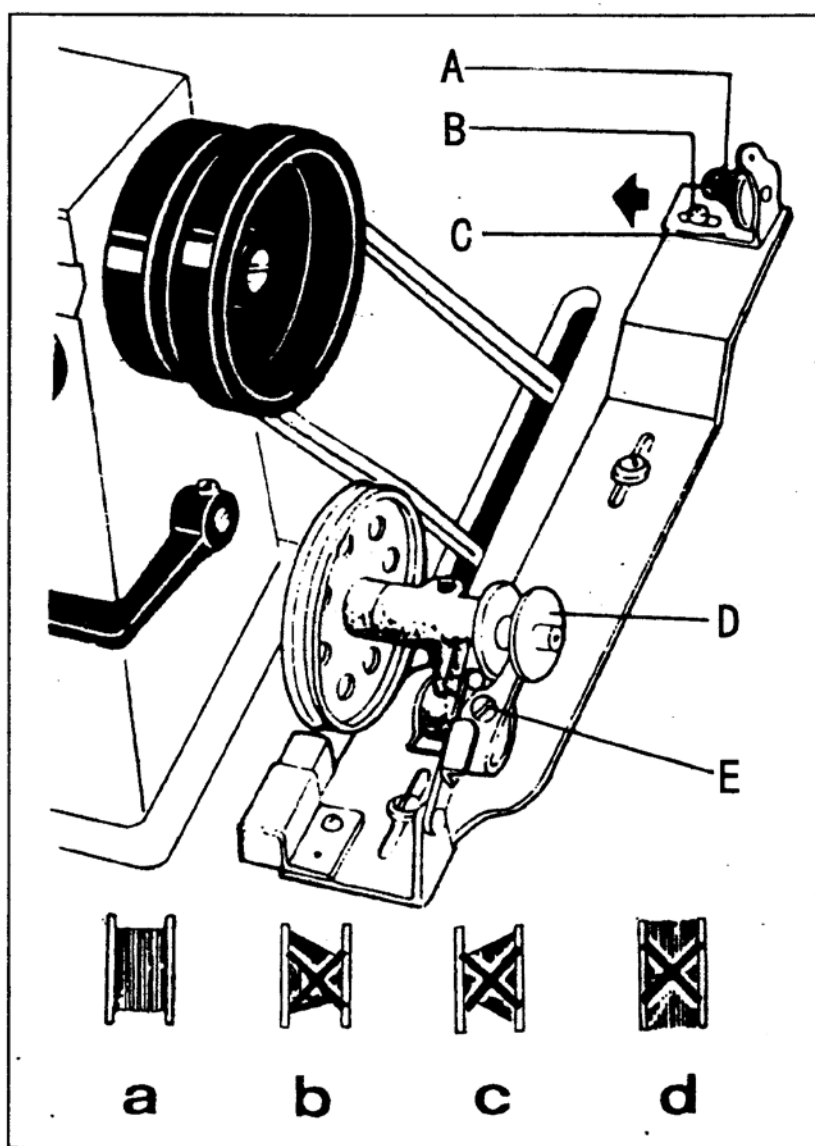

Рис.7
9. Регулировка намотки (рис. 7)